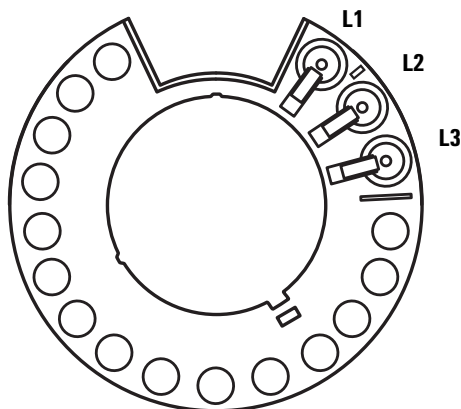

Figura 25 Posiciones L1, L2 y L3 de la torreta de transferencias (vista superior)
- 2 Retire los viales de las posiciones L1, L2 y L3 de la torreta de transferencias de ambas torres (Figura 25).